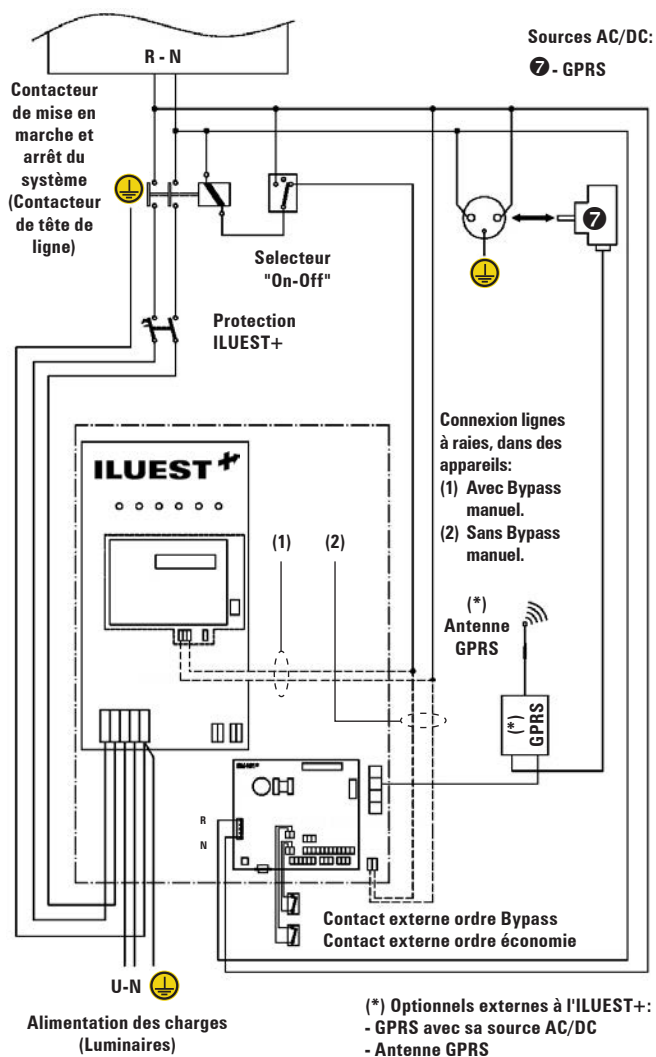

Fig. 21. Schéma connexion exécution **(T)** ou **(I)** monophasé.
- Appareil à concentrateur (BM491\*) avec ou sans By-pass manuel, cf. figures 21 pour appareils monophasés ou 22 pour les triphasés.
- Pour des appareils monophasés, prendre les 2 fils (phase R et neutre) provenant du réseau et avant le contacteur de tête et les connecter aux cosses identifiées sur l'unité BM491\*, en respectant l'ordre de la phase et du neutre (Cf. figure 21).
- Pour la connexion d'un appareil en exécution **(T)** ou **(I)**, comme il incorpore de série la carte concentratrice de base BM491\*01, voire l'optionnel BM491\*00. Le contrôle du contacteur de tête est réalisé à travers le contrôle du synoptique avec écran LCD et l'alimentation de celui-ci à travers de l'une des deux cartes concentratrice (Cf. figures 21 et 22).